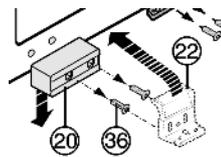

Fig. 29
- ▶ démonter la sécurité de transport de la porte Fig. 29 (20).